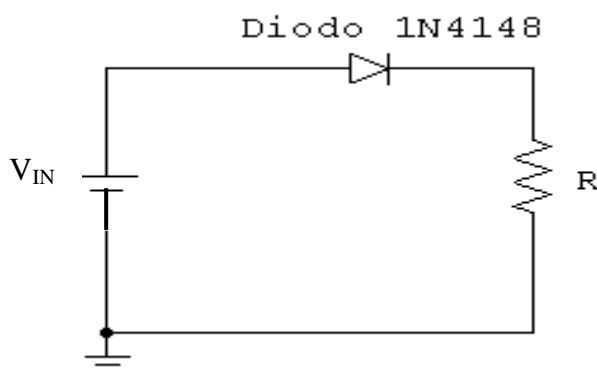

Figura 1.11
2. Realiza el montaje del circuito representado en la figura 1.11.